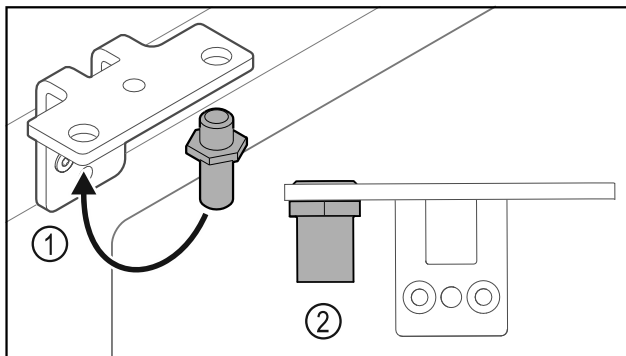

Fig. 37
- Bolzen Fig. 37 (1) im Scharnierwinkel umsetzen.
- Bolzen Fig. 37 (2) mit **Drehmoment von 12 Nm** anziehen.